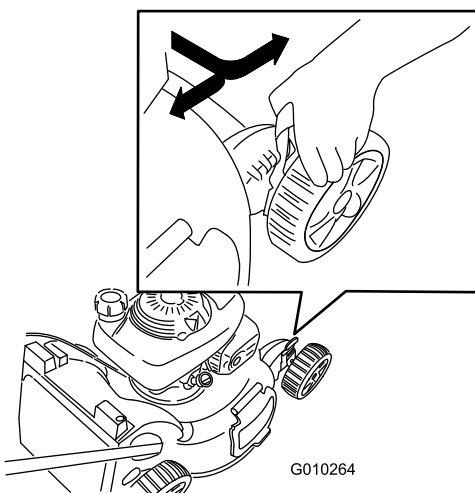

Bild 17
**Hinweis:** Schieben Sie zum Anheben der Maschine alle vier Schnitthöhenhebel nach vorne. Schieben Sie zum Absenken alle nach hinten (Bild 17).